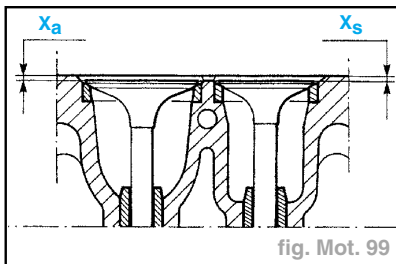

fig. Mot. 99
- Vérifier que la rétraction des soupapes corresponde aux valeurs prescrites (fig. Mot. 99) :